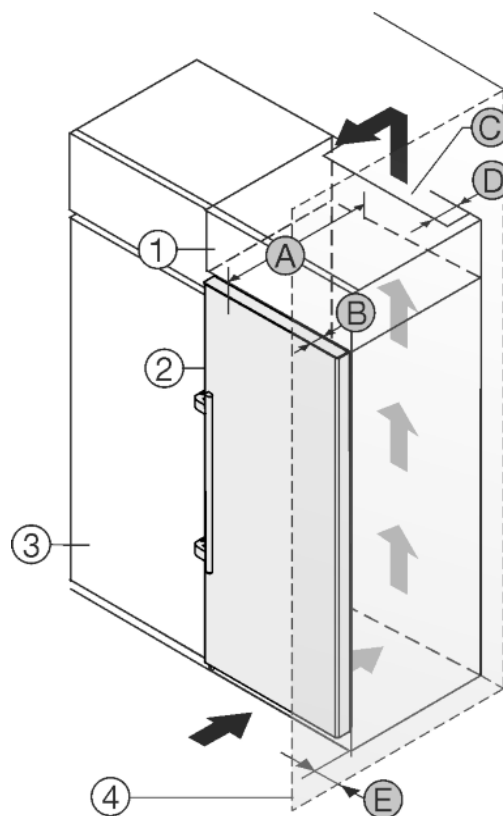

Fig. 24
Het apparaat kan in keukenkasten worden ingebouwd. Om het apparaat *Fig. 24 (2)* aan de hoogte van het keukenblok aan te passen, kan boven het apparaat een opzetkast *Fig. 24 (1)* worden aangebracht.
Het apparaat kan direct naast de keukenkast *Fig. 24 (3)* worden geplaatst. Om de deuren volledig te kunnen openen, moet het apparaat overeenkomstig de diepte *Fig. 24 (B)* t.o.v. het keukenkastfront uitsteken. Afhankelijk van de diepte van de keukenkast en het gebruik van de wandafstandhouders kan het apparaat verder uitsteken.
- Aan de achterzijde van de opzetkast moet een luchtafvoerkanaal met de diepte *Fig. 24 (D)* over de volledige breedte van de opzetkast aanwezig zijn.
- Onder het plafond moet de ventilatiedoorsnede *Fig. 24 (C)* worden aangehouden.
Wanneer het apparaat met de scharnieren naast een wand *Fig. 24 (4)* wordt geplaatst, moet de afstand *Fig. 24 (E)* tussen apparaat en wand worden aangehouden. Dit komt overeen met de uitsteekmaat van de handgreep bij geopende deur.